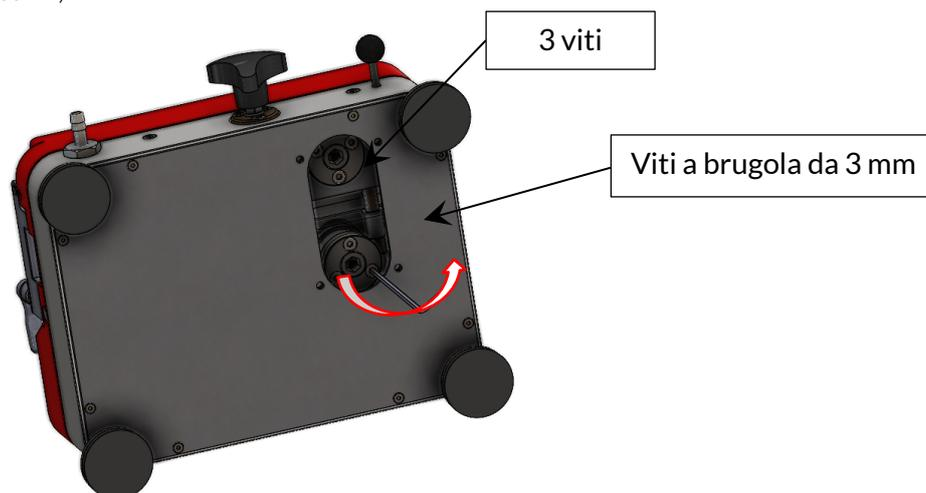

Figura 24: Tre viti a brugola da allentare
- Inserire il cavo e il tubo all'interno del dispositivo, posizionando le guarnizioni con il taglio rivolto verso il basso, per una migliore aderenza, come mostrato nella figura 24.